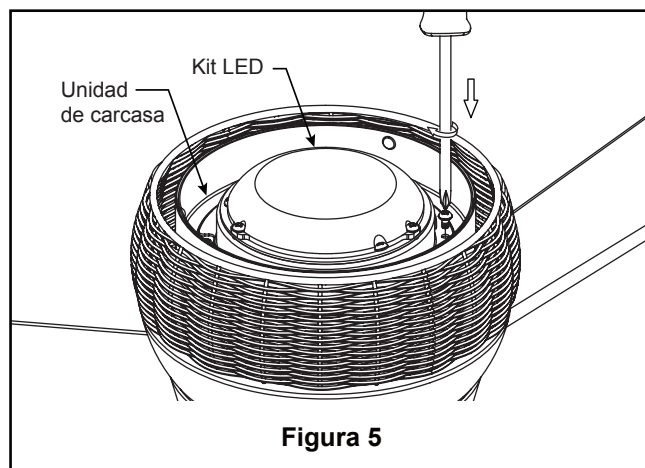

Figura 5
5. Pase los cables a través de la cubierta de unión del motor, la cubierta para el tornillo del capuchón y el capuchón de techo. (Figura 5)
5. Instale la kit LED en la unidad de carcasa usando las dos ranuras principales. Vuelva a colocar el tornillo retirados previamente y asegure los tres tornillos. (Figura 5)